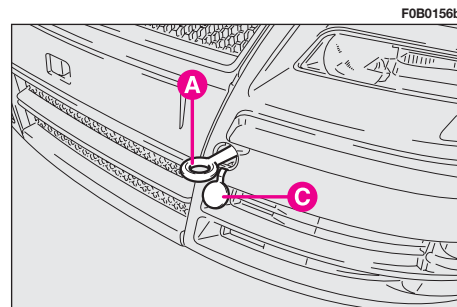
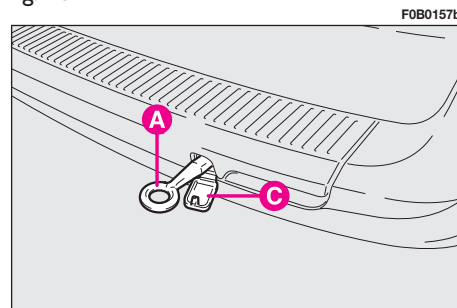

fig. 43
fig. 44
– quite la tapa **C** introducida a presión en el parachoques delantero **fig. 43** o trasero **fig. 44**;